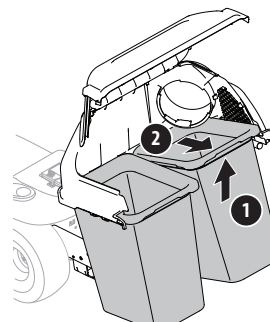

Figure 27
3. Pour retirer les sacs collecteurs, soulevez chaque sac (1) et retirez-le du support (2). Voir Figure 27.